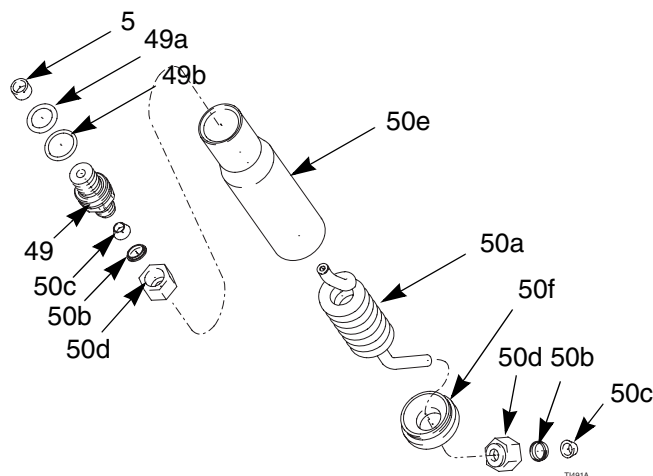

Fig. 3. Kit de conversión HC
4. Retire el tubo de fluido (14) y los conectores. Consulte el diagrama de las piezas de su pistola.
5. Retire la abrazadera de entrada de fluido (13).
7. Coloque el espaciador (5) en la entrada del cañón. Aplique grasa dieléctrica Graco (40) en la junta tórica (49a) y en las dos roscas del conector de fluido (49). Enrosque el conector en la entrada del cañón. Vea la Fig. 3.
8. Enrosque la tuerca (50d) en el conector (49). Antes de apretar la tuerca, asegúrese de que los anillos metálicos (50c y 50b) están en el tubo (50a) y de que están asentadas en el conector (49).